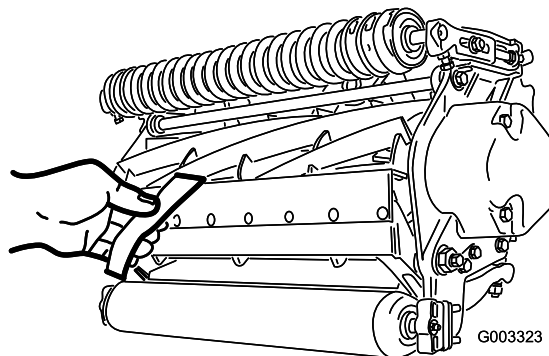

Figure 8
- B. Insérez une longue bande de papier de performance de coupe (réf. Toro 125-5610) entre le cylindre et la contre-lame, perpendiculairement à la contre-lame (Figure 8), puis tournez **lentement** le cylindre en avant ; il devrait couper le papier ; si ce n'est pas le cas, répétez les opérations A et B jusqu'à ce que le papier soit coupé.
- Remarque:** Chaque cran déplace la contre-lame de 0,022 mm. **Ne serrez pas les vis de réglage excessivement.**- Insérez une longue bande de papier de performance de coupe (réf. Toro 125-5610) entre le cylindre et la contre-lame, perpendiculairement à la contre-lame (Figure 8), puis tournez **lentement** le cylindre en avant ; il devrait couper le papier ; s'il ne le coupe pas, tournez chaque vis de réglage de la barre d'appui de 1 cran dans le sens horaire et